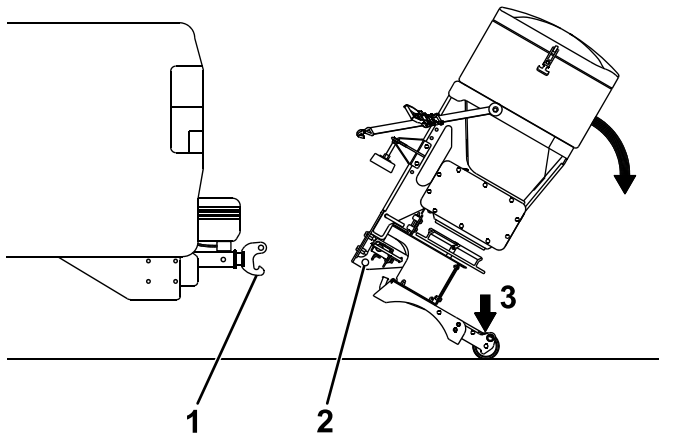

Bild 21
3. Halten Sie den Streuer fest und treten Sie auf die Haltevorrichtung, um ihn nach hinten zu kippen, bis sich der untere Bolzen der RT3-Halterung auf Höhe des Hakens an der RT3-Kupplung befindet (Bild 21).